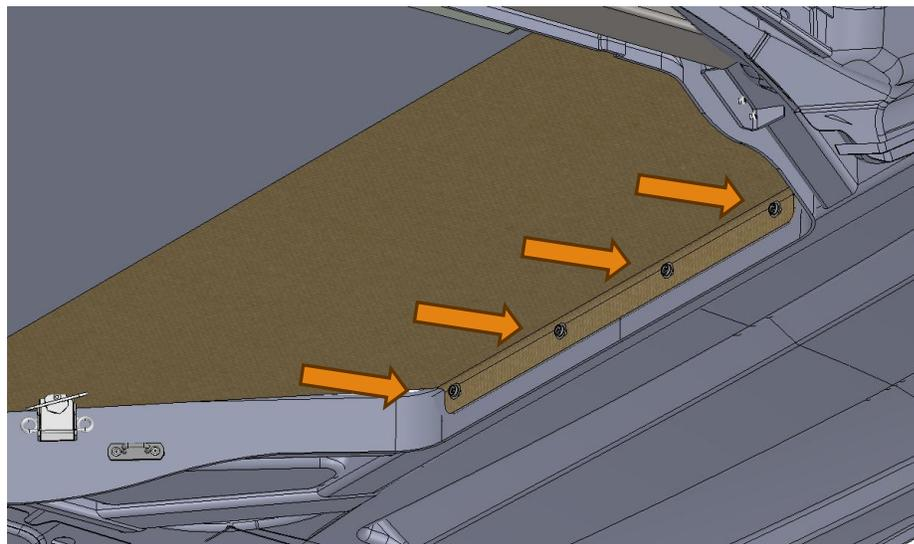

Abb. 7
- Befestigen Sie die Dachabdeckung. ( Abb. 7)